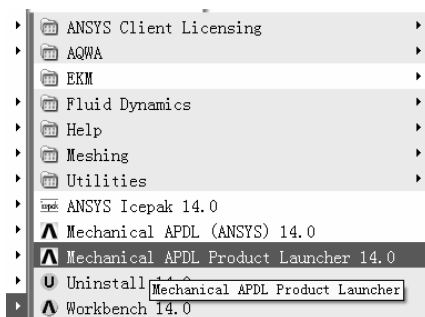
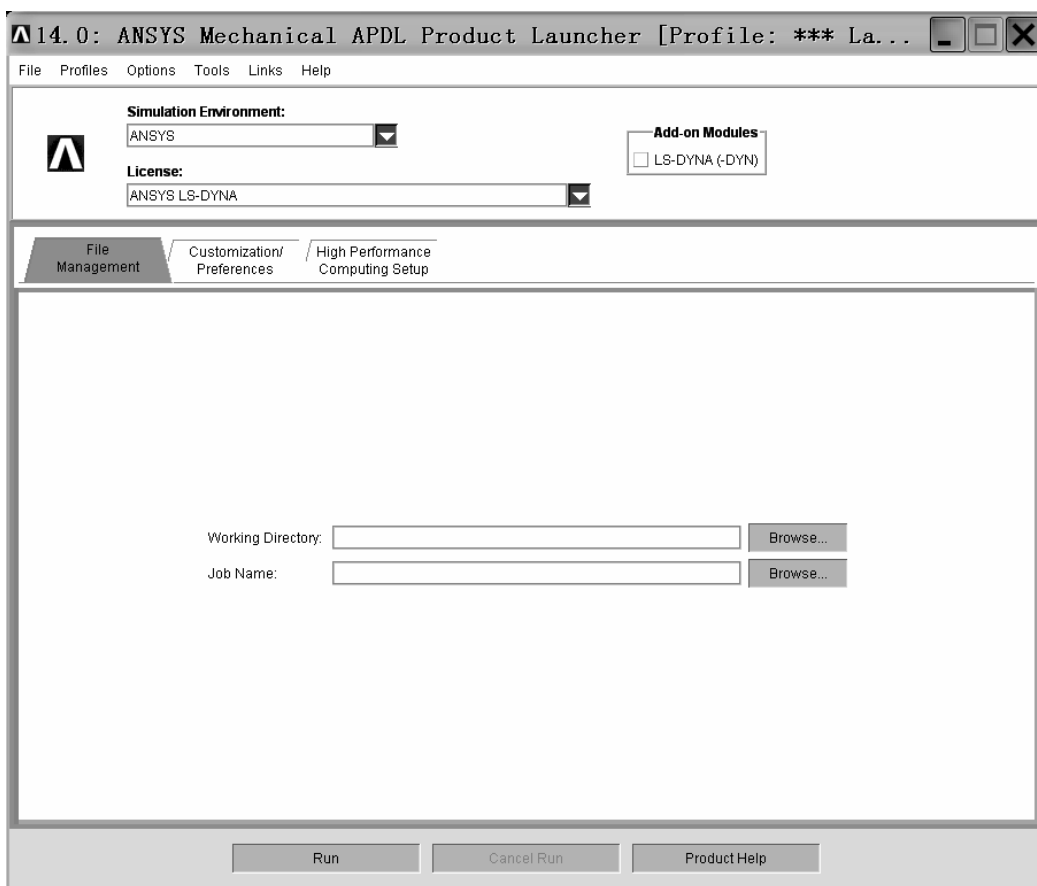

图 10-2 “Mechanical APDL Product Launcher 14.0”图标
图 10-3 “14.0: ANSYS Mechanical APDL Product Launcher [Profile:\*\*\*La...”窗口
(1) 在“开始”菜单中指向“ANSYS 14.0”文件夹，出现“Mechanical APDL Product Launcher 14.0”图标（见图 10-2）。单击“Mechanical APDL Product Launcher 14.0”图标，弹出“14.0: ANSYS Mechanical APDL Product Launcher [Profile:\*\*\*La...”窗口（见图 10-3）。